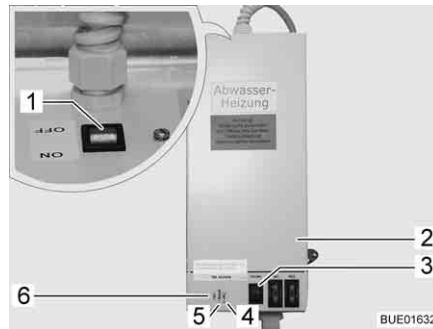

Fig. 151 Transformador con aparato regulador
Según el modelo, el transformador de 230 V AC/12 V DC (Fig. 151,2) estará instalado en el armario ropero o en el baúl del grupo de asientos.
- La luz de control (Fig. 151,5) se enciende verde: Regulación en funcionamiento
- Las luces de control (Fig. 151,4 y 6) se encienden rojas: Las tuberías de aguas residuales se calientan
La carcasa tiene un pulsador de prueba (Fig. 151,3) integrado con el cual se puede poner en funcionamiento brevemente el aparato regulador. Presionando el pulsador de prueba se puede comprobar el funcionamiento del calentamiento aún cuando la temperatura ambiente sobrepase los 5 °C.
- Poner el interruptor (Fig. 151,1) en el transformador (Fig. 151,2) en "ON".
- Poner el interruptor (Fig. 151,1) en el transformador (Fig. 151,2) en "OFF".